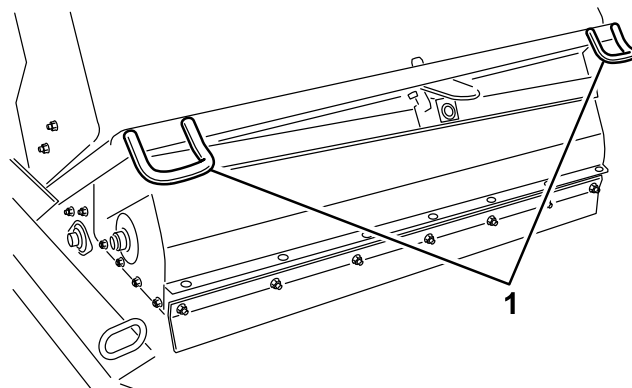
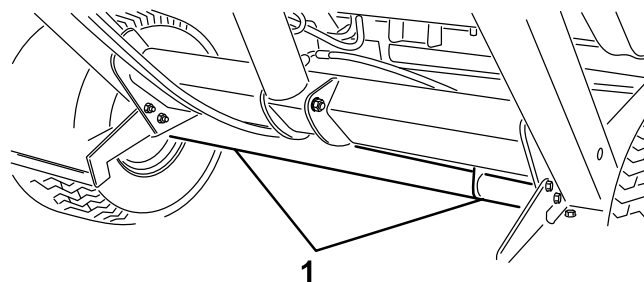

Figura 31
Figura 32
- Ao transportar a máquina, use os pontos de fixação para fixar a frente da máquina (Figura 31) e o eixo (Figura 32) para fixar a traseira da máquina ao reboque.